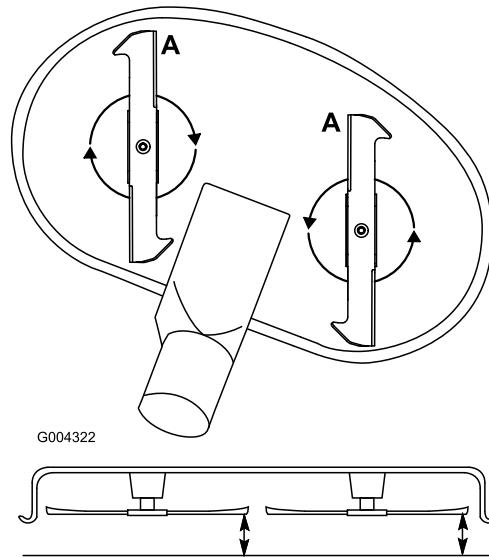

Figura 48
1. Gire las cuchillas hasta que los extremos estén orientados hacia adelante y hacia atrás (Figura 48). Mida desde una superficie nivelada hasta el filo de corte, posición A, de las cuchillas (Figura 48). Anote esta dimensión.